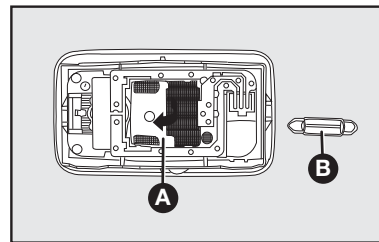

fig. 27
- Abrir a tampa **A-fig. 27** no sentido indicado pela seta;
- Retirar a lâmpada exercendo uma leve pressão para o lado direito (lado da mola de retenção) **B-fig. 27** e substituí-la;